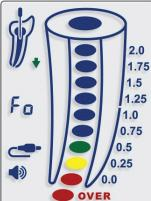

Fig. 11
**A indicação vermelha OVER acompanhada de sinal sonoro contínuo indica que a ponta da lima progrediu além do forame na direção da região periapical - 'Sobreinstrumentação do Forame' (Fig. 11).**